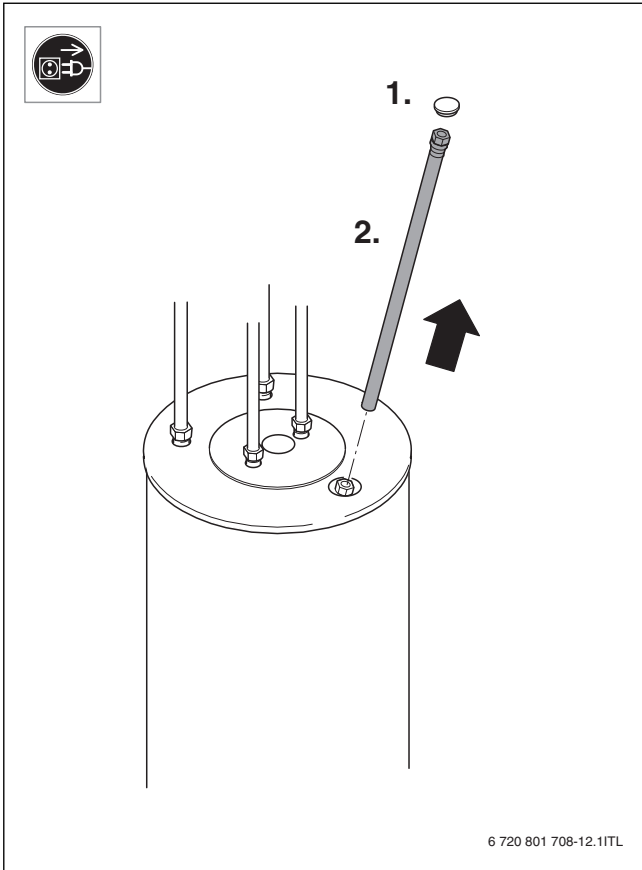
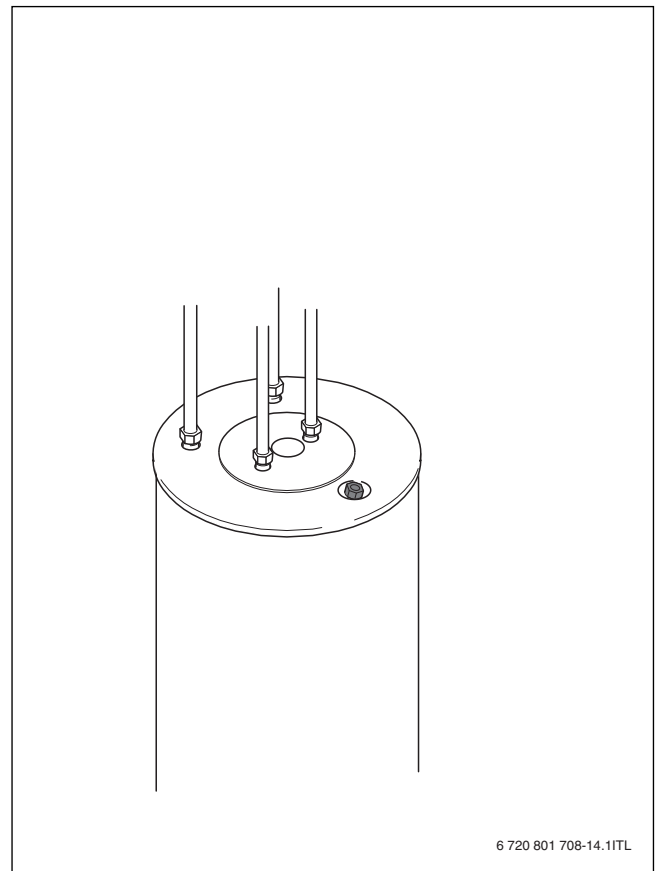

Fig. 18
Fig. 21
- ▶ Zdemontować i sprawdzić anodę magnezową (→ rys. 18 do rys. 21, str. 71).